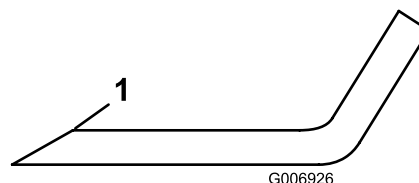

Figure 61
- Examinez les tranchants de toutes les lames. aiguiser-les s'ils sont émoussés ou ébréchés. N'affûtez que le haut du tranchant et conservez l'angle de coupe d'origine pour obtenir une coupe nette (Figure 61). Limez la même quantité de métal sur chacun des deux tranchants pour ne pas déséquilibrer la lame.